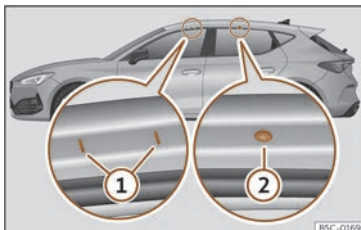

Fig. 138 Puntos de fixación das barras longitudinais para o portaequipaxes do teito (Leon).
Os puntos de fixación dianteiros e traseiros ① e ② só se poden ver coas portas abertas >>> **fig. 138**.